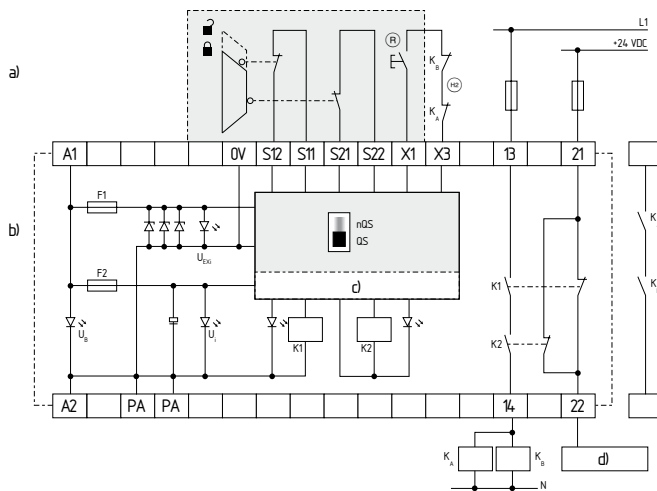

図6
2チャンネル制御、1つが強制隔離接点を持つ2個のポジションスイッチによるガード監視を示す；外部リセットボタン (R) 付き (図6)
- ・ (H) = バックチェック回路